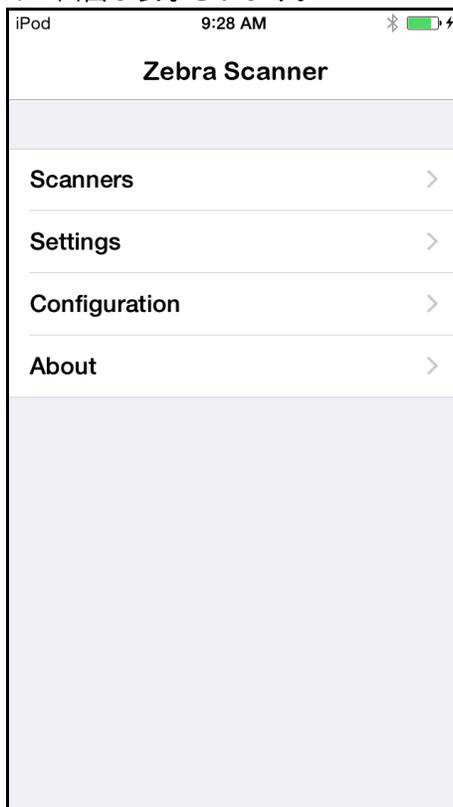

図 7-1 [Home] 画面
[Scanners] 画面を表示するには、[Home] 画面から [Scanners] をタッチします (図 7-1)。[Scanners] 画面には、デバイスとペアリングされ接続済みであるすべてのスキャナが表示されます。一覧にあるデバイスを選択し、[Active Scanner] 画面を表示します (7-5 ページの「[Active Scanner] 画面」を参照)。以前にデバイスとペアリング / 接続されているデバイスが存在しない場合は、接続が必要です (デバイスとスキャナの接続を参照)。
2. **[Home]** 画面から **[Scanners]** をタッチします (図 7-1)。 **[Auto Detection]** オプションが有効である場合は、次の画面が表示されます。
[Settings] 画面を表示するには、[Home] 画面から [Settings] をタッチします (図 7-1)。
[Scanner Configurations] 画面を表示するには、[Home] 画面から [Configuration] をタッチします (図 7-1)。
[About] 画面を表示するには、[Home] 画面から [About] をタッチします (図 7-1)。